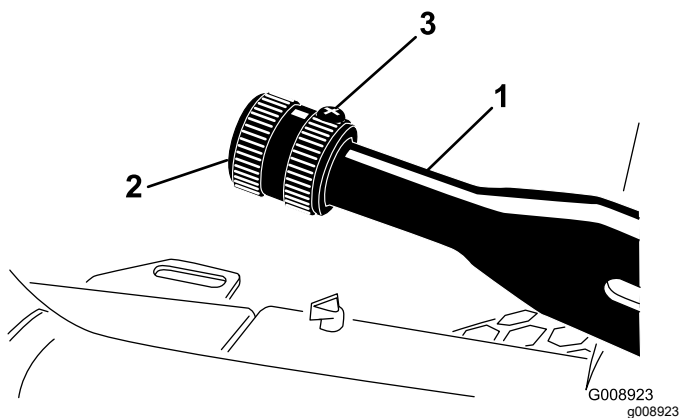

Figura 79
2. Afloje el tornillo de fijación que sujeta el pomo a la palanca del freno de estacionamiento (Figura 79).